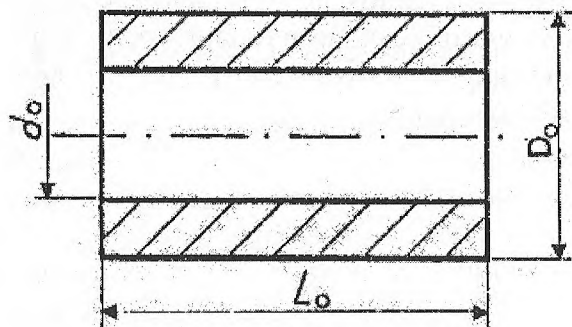

Рисунок 3.3–Эскиз отливки
4.5. Извлечь отливку из формы, измерить ее размеры. Полученные данные занести в таблицу 1. Выполнить эскиз отливки (рисунок 3.3).